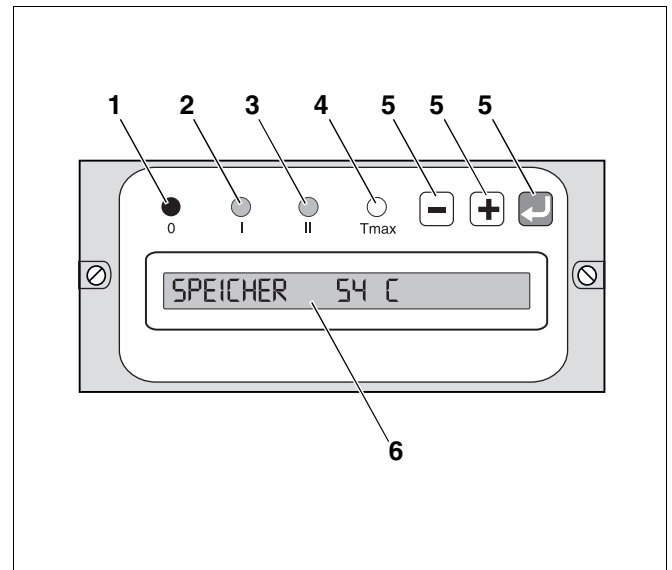

Fig. 3 Aparato regulador KR 0106
Los cuatro LEDs (fig. 3, **pos. 1 a 4**) señalizan el estado de funcionamiento de la instalación solar tal y como se muestra en la tabla 1.